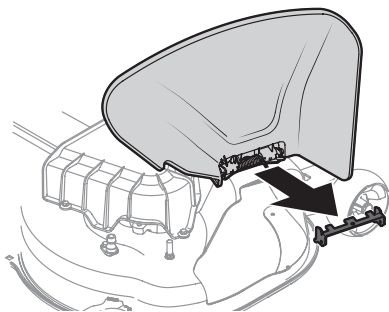

Figure 9
2. Abaissez le déflecteur d'éjection et jetez le support. Voir Figure 9.